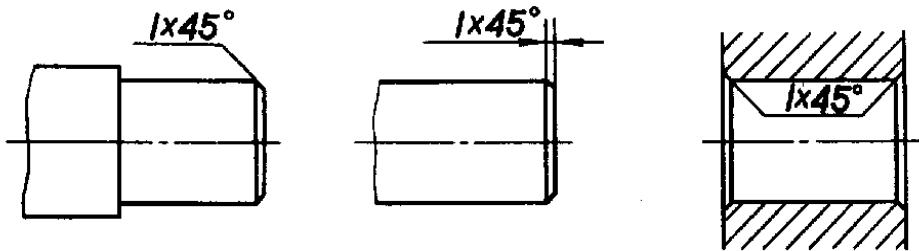
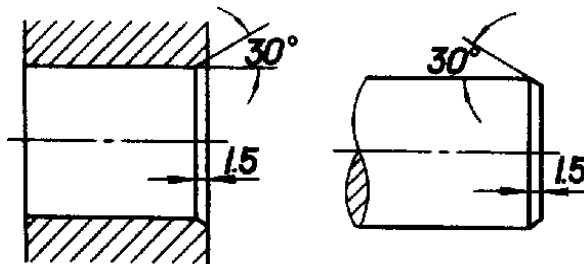

图 32
图 33
4.1 45°的倒角可按图32的形式标注, 非45°的倒角应按图33的形式标注。